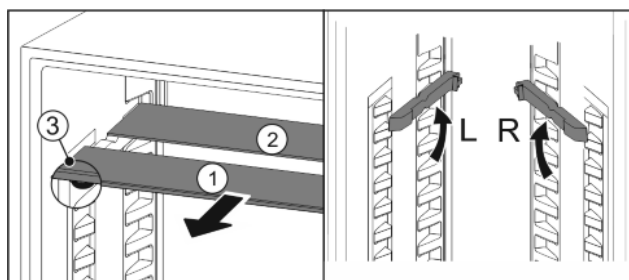

Fig. 20
- Glasplaten afzonderlijk vanaf de voorkant eruit trekken Fig. 20 (1).
- ▷ Glasplaat Fig. 20 (1) met de uittrekaanslagen bevindt zich aan de voorkant.
- ▷ Aanslagen zijn naar onder gericht Fig. 20 (3).